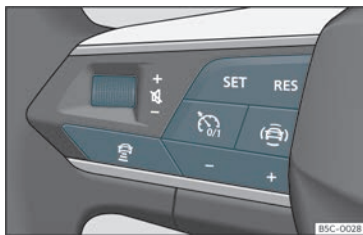

Fig. 151 Sul volante multifunzione: tasti di comando dell'ACC
Il veicolo è dotato di ACC se possiede un menu di configurazione nel sistema di infotainment>>> pag. 91, e se hai i tasti della funzione ACC sul volante multifunzione>>> **fig. 151**.
- Per avviare la regolazione premere il tasto **SET**»» fig. 151.
Per programmare la velocità premere i tasti + o - >>> **fig. 151** fino alla velocità desiderata. La velocità viene regolata secondo intervalli di 10 km/h (5 mph).
- Premere il tasto  e dopo il tasto + o - >>> **fig. 151**.